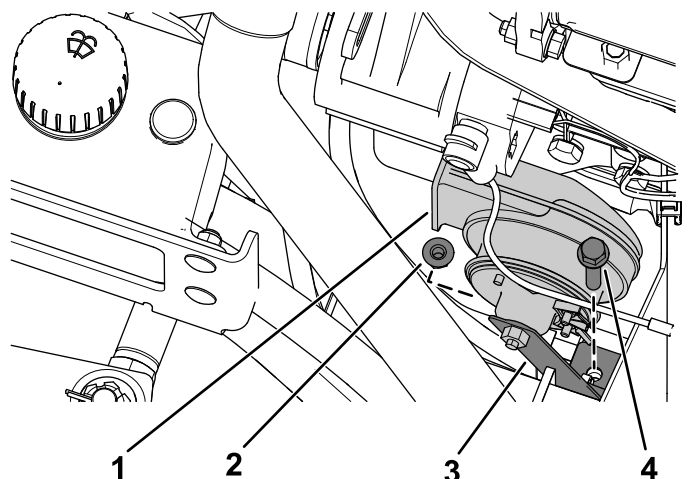

**Figur 32**
12. Fjern bolten og møtrikken fra hydraulikrørsbeslaget (Figur 32).